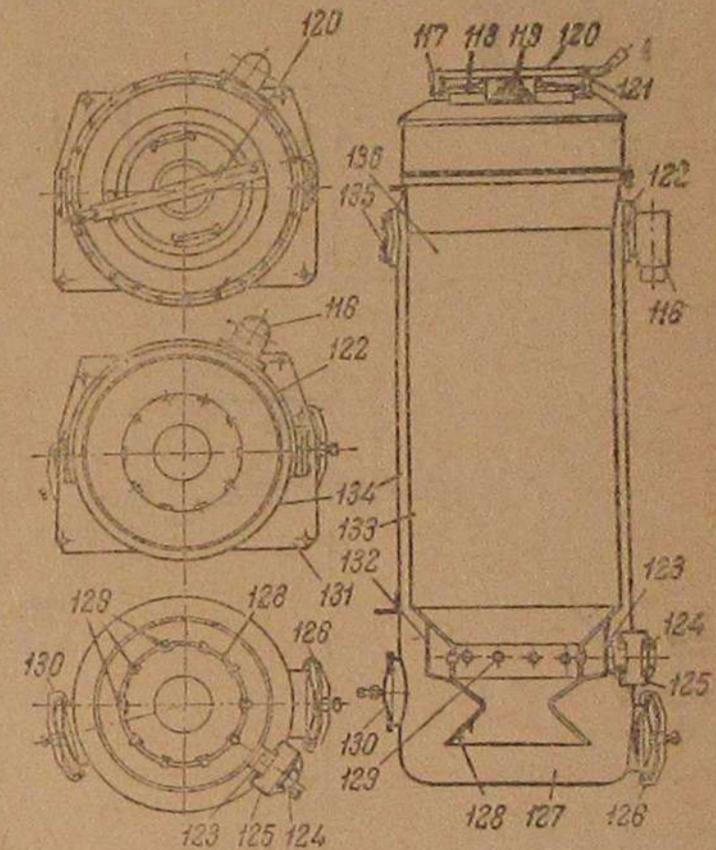
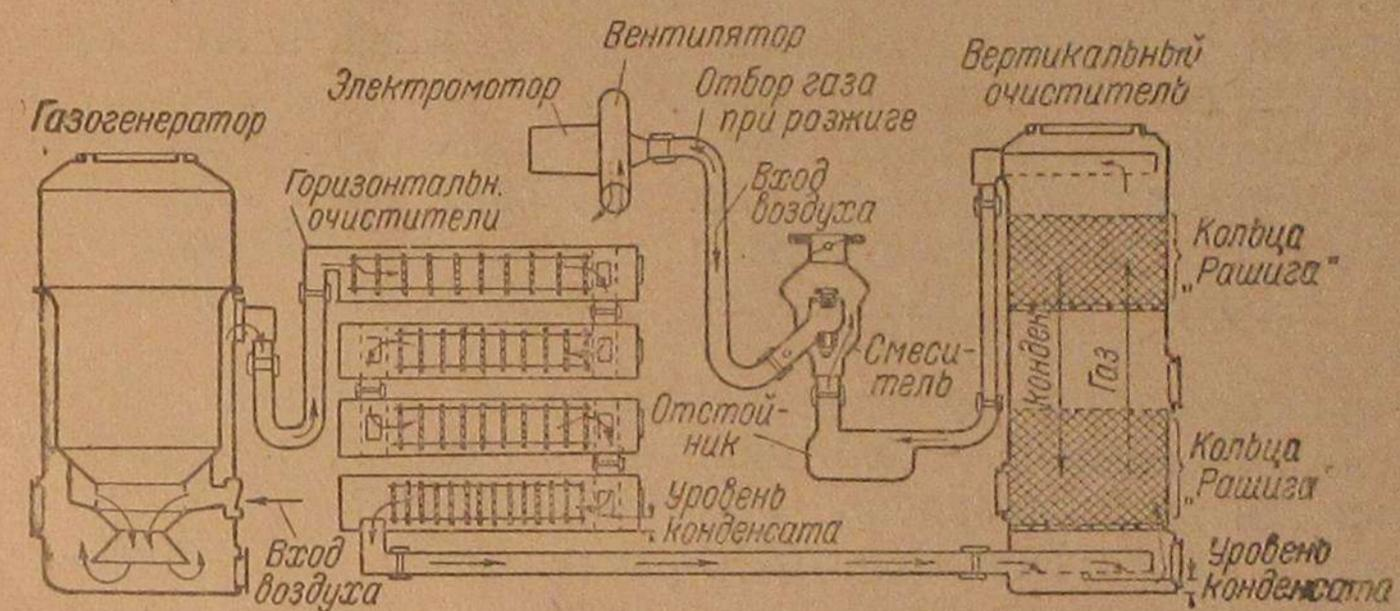

Рис. 10. Газогенератор
Рис. 19. Схема газогенераторной установки
Газогенератор состоит из двух цилиндров — наружного 134 (рис. 10) и внутреннего 133. Наружный цилиндр (корпус) выполнен из малоуглеродистой стали; толщина его 2 мм, высота 1515 мм и
Крышка и пружина выполняют также роль предохранительного клапана при вспышке, возможной в случае попадания в генератор воздуха. На рис. 10 показана первоначальная конструкция крышки с конической пружиной.
Засыпка и выемка верхнего слоя колец Рашига производится через закрываемую крышкой 144 верхнюю часть очистителя. Для загрузки нижнего слоя колец Рашига предназначен люк 148, а для выемки—люк 149. Для полного спуска конденсата при периодической плановой чистке вертикального очистителя служит нижний люк 142. Конструкция верхней крышки 144 и боковых крышек, закрывающих люки очистителя, совершенно тождественна с конструкцией крышки 117 (рис. 10) загрузочного люка газогенератора.
Продукты перегонки (смола, водяной пар и газы) с обуглившимися древесными чурками опускаются вследствие разрежения в нижней части шахты вниз, где проходят через зону горения и частично сгорают, соединяясь с воздухом, подводимым сюда через отверстие по окружности топливника 128 (рис. 10).
В восстановительной зоне газ (рис. 19) сначала под влиянием разрежения течет вниз и попадает в пространство между внутренним цилиндром и кожухом газогенератора. Отсюда он поднимается вверх до полукольцевого канала 122 (рис. 10), соединенного посредством отсасывающего трубопровода с батареей горизонтальных охладителей-очистителей. При этом, поднимаясь вверх по
2. В отверстие входа воздуха (рис. 19) газогенератора вставляют смоченный смесью керосина и бензина факел и зажигают его.